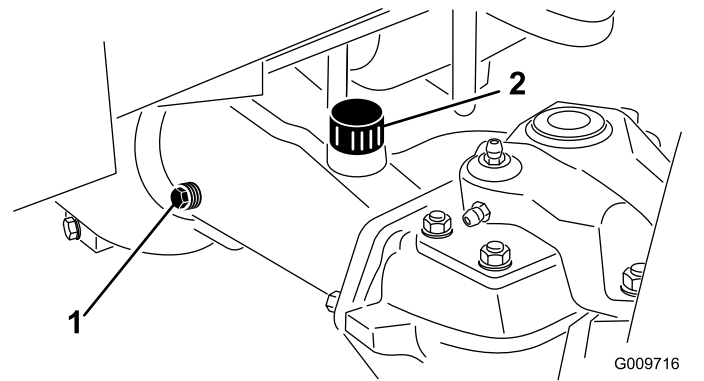

Bild 88
2. Entfernen Sie die Prüfschraube aus einem Ende der Achse (**Bild 88**) und stellen sicher,
dass der Schmierstoff die Unterseite des Lochs erreicht. Entfernen Sie bei niedrigem Ölstand die Füllschraube (**Bild 88**) und füllen genug Öl ein, um den Stand bis an die Unterseite der Prüfschraubenöffnungen anzuheben.